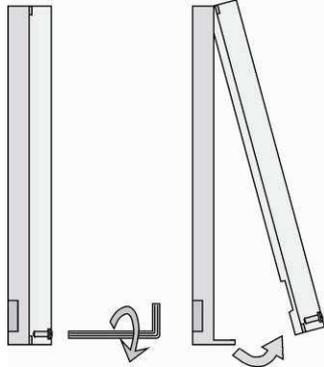

Abbildung 2.2 Entfernen der Metallabdeckung
- Mit dem beigegefügt Sechskantschlüssel die Metallabdeckung der 2N® Helios IP Vario entfernen. Die unteren Schrauben in der Metallabdeckung lösen und die Abdeckung wie in Abbildung 2.2 gezeigt aufklappen.